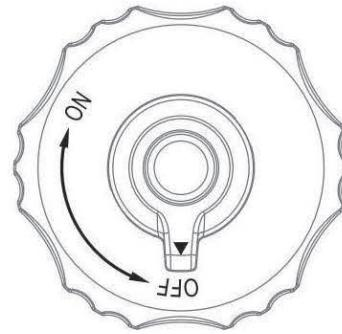

Рисунок 2-9. Крышка топливного бака
3. Очистите область вокруг крышки топливного бака и поверните Вентиляционное отверстие на крышке топливного бака в положение ВКЛ. Смотрите рисунок 2-9.